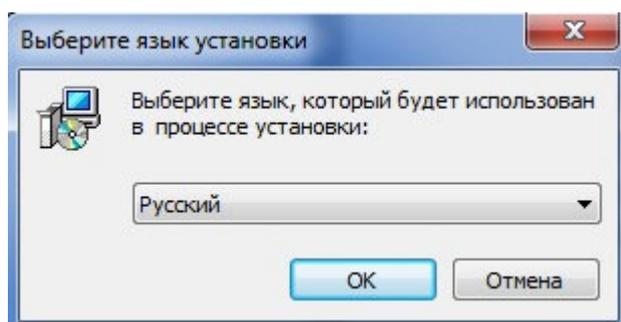

Рисунок 4
3.1.4 Выберите требуемый язык (Рисунок 4) и нажмите кнопку «Ок».